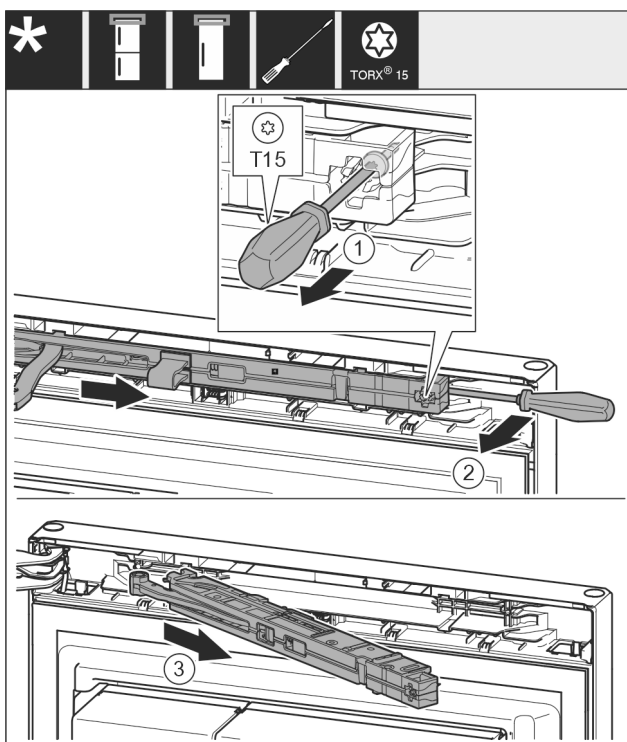

Fig. 15
- ▶ Schraube Fig. 15 (1) an Schließdämpfereinheit mit Schraubendreher 14 mm lösen.
- ▶ Schließdämpfereinheit Fig. 15 (2) griffseitig mit Schraubendreher nach vorne aushebeln.
- ▶ Schließdämpfereinheit Fig. 15 (3) herausziehen.